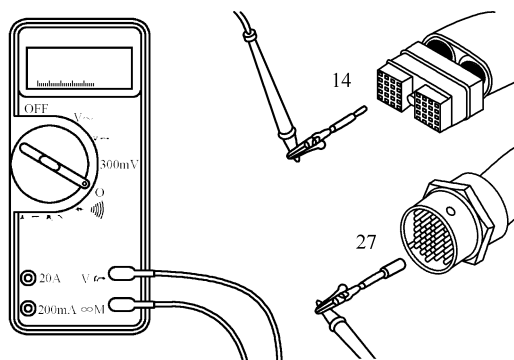

图 5-249 测量触针 14 与触针 27 之间的电阻
③ 将万用表的一支表笔接触执行器线束插头触针 14, 另一支表笔接触 31 针插头触针 27, 如图 5-249 所示。